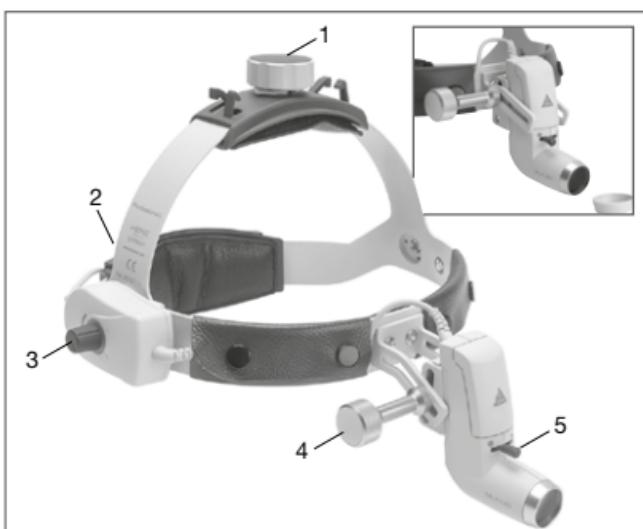

Fig. 2 Hodebånd Professional L (se høy fig.),
Justerering av **hodebåndet Professional L** (se fig. 2): For å justere for hodestørrelse kan hodebåndet utvides eller strammes ved å vri strekkfiskene øverst (1) og bak. (2).
### **Velge synsvinkel og synsfelt (fig. 2)**